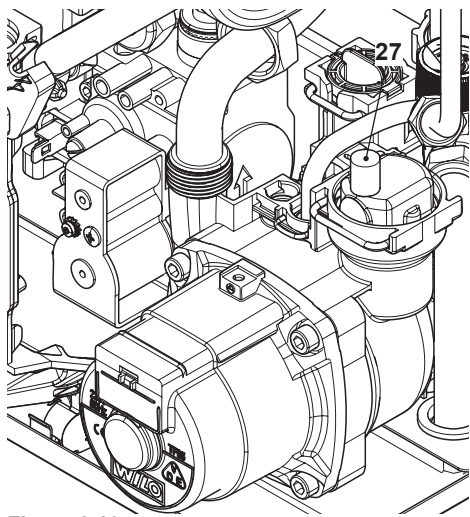
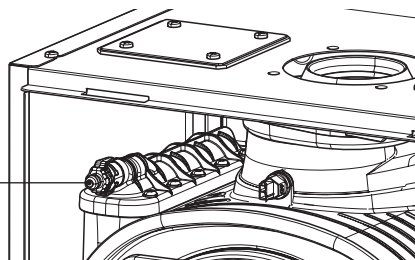

Figura 9.10
Figura 9.11
- Per facilitare lo svuotamento, alzare il tappo 27 della valvola di sfiato automatica in Figura 9.10 e allentare il raccordo di sfiato scambiatore primario condensante 19 in Figura 9.11.